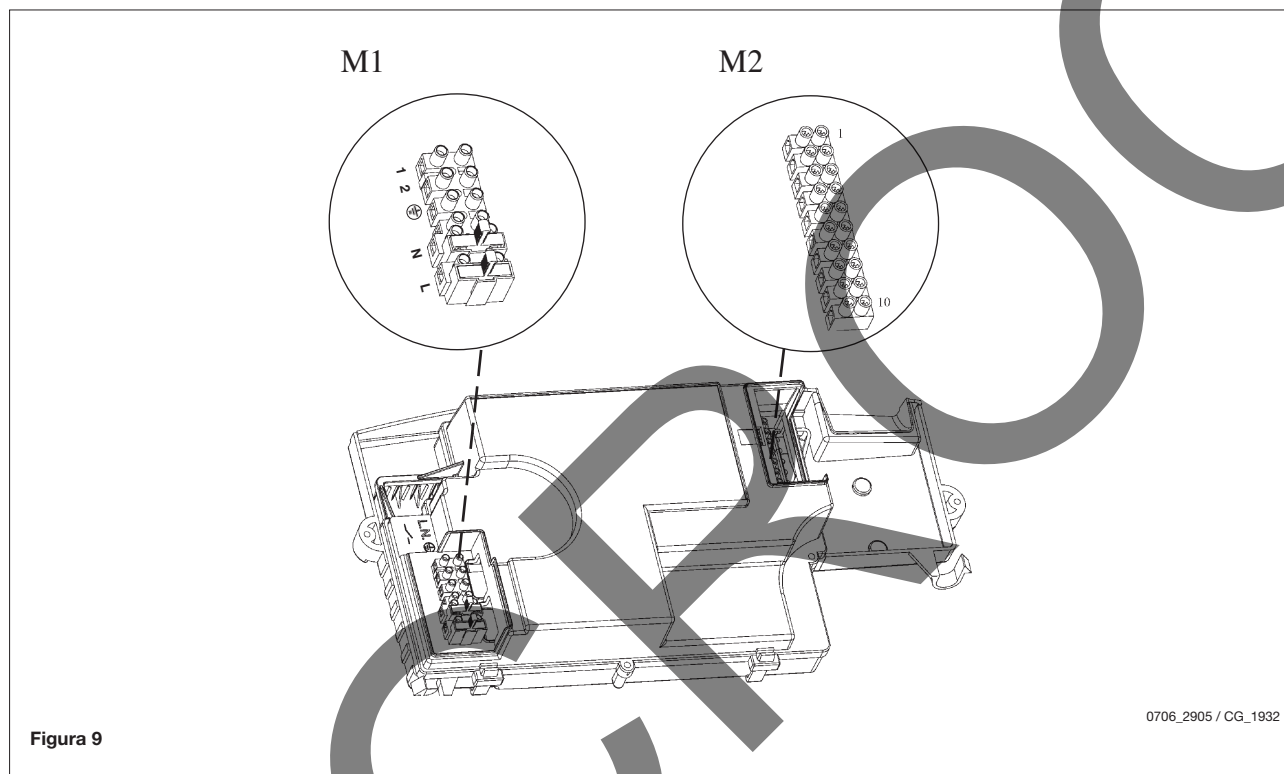

Figura 9
Rodar para baixo a caixa de comandos e retirar as tampas de protecção para aceder às régua de bornes M1 e M2 (ver figura 9).
6. Ligar um termóstato ambiente nos bornes 1 e 2 da régua de bornes M1 (ver figura 9) ou na sua ausência, verificar a existência de uma ponte entre esses dois bornes.